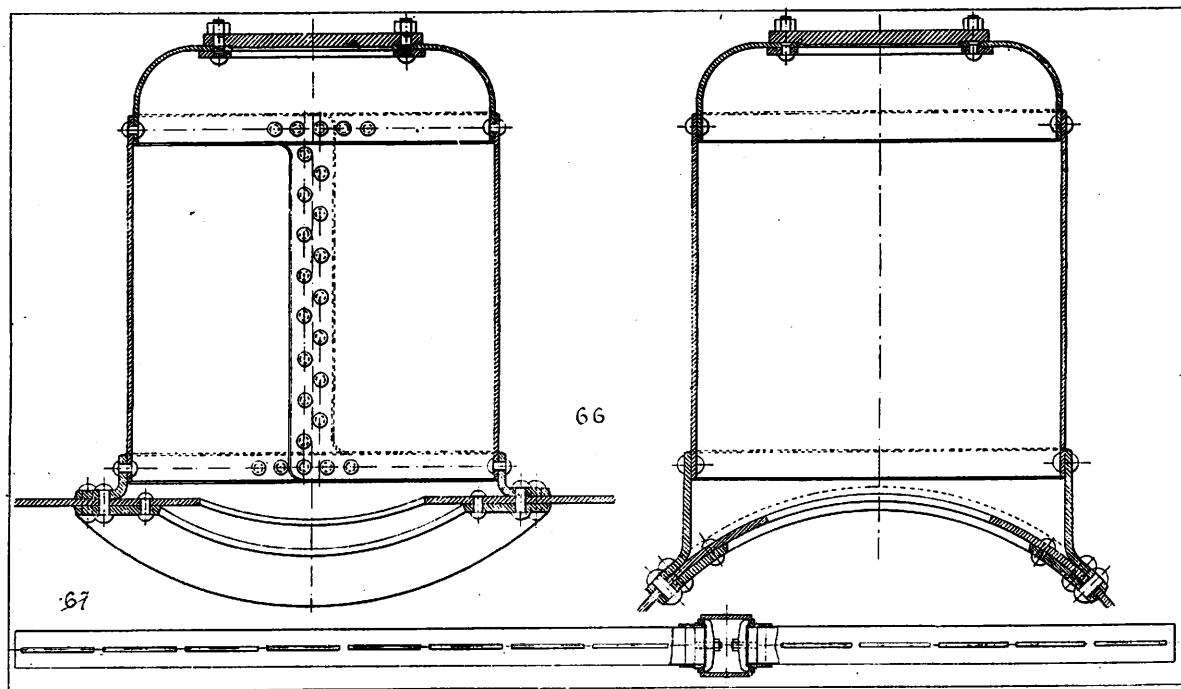

Fig. 66. Dôme. — Fig. 67. Tuyau de prise de vapeur Crampton.
40. Dôme. — La plupart des chaudières de locomotives sont munies d'un *dôme* (fig. 66), en haut duquel on prend la vapeur, le plus loin possible de la surface de l'eau. On évite ou on réduit ainsi l'effet des projections de gouttelettes d'eau, qui peuvent se produire au-dessus de cette surface, et la vapeur prise est plus *sèche*.